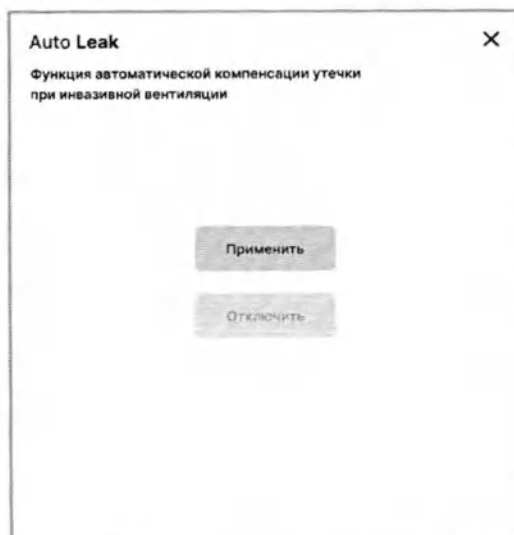

Рисунок 9.36 – Окно управления функцией «Auto Leak»
- 1 В основном экране нажмите кнопку « f » для входа в меню функций, выберите функцию «Auto Leak» и проконтролируйте появление окна управления (см. рисунок 9.36).